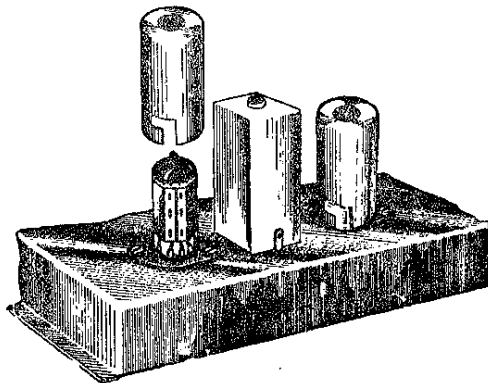

Fig. 65
**167** L'inconveniente può venir imputato alla mancanza di uno schermo metallico che ricopra la valvola di MF. Per l'eliminazione dell'inconveniente prevederemo l'impiego dello schermo (fig. 65), che dovrà essere collegato elettricamente alla massa del telaio.
**206** Valvola mancante di schermo metallico. Provvedere ad applicarlo (fig. 65).